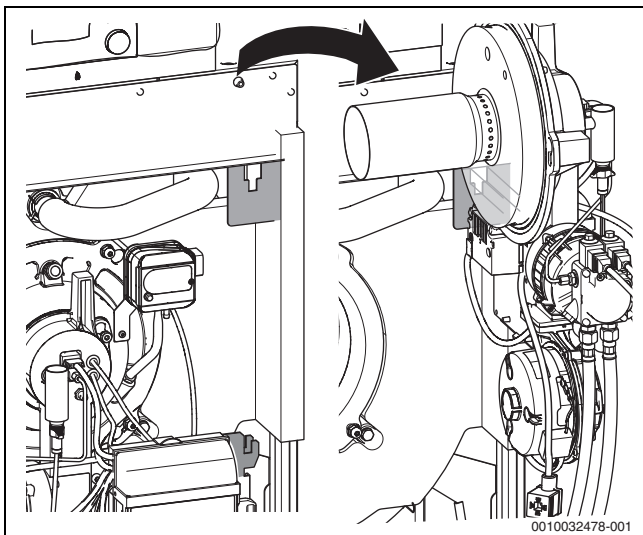

Bild 8 Brenner komplett in Serviceposition
- ▶ Brenner komplett herausnehmen und in Serviceposition einhängen (→Bild 8).